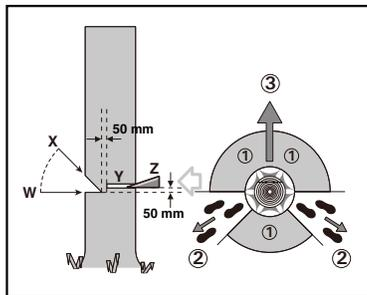

Fig. 1
Quando a árvore começar a cair, remova a motosserra do corte, pare o motor, pouse a motosserra e, em seguida, use o caminho de fuga planeado (2). Esteja alerta para a queda de ramos acima da cabeça e proteja os pés. (Ver Fig. 1)